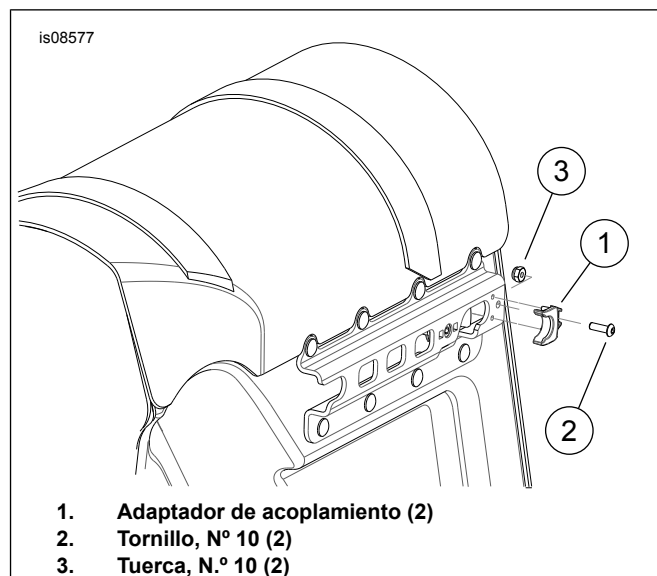
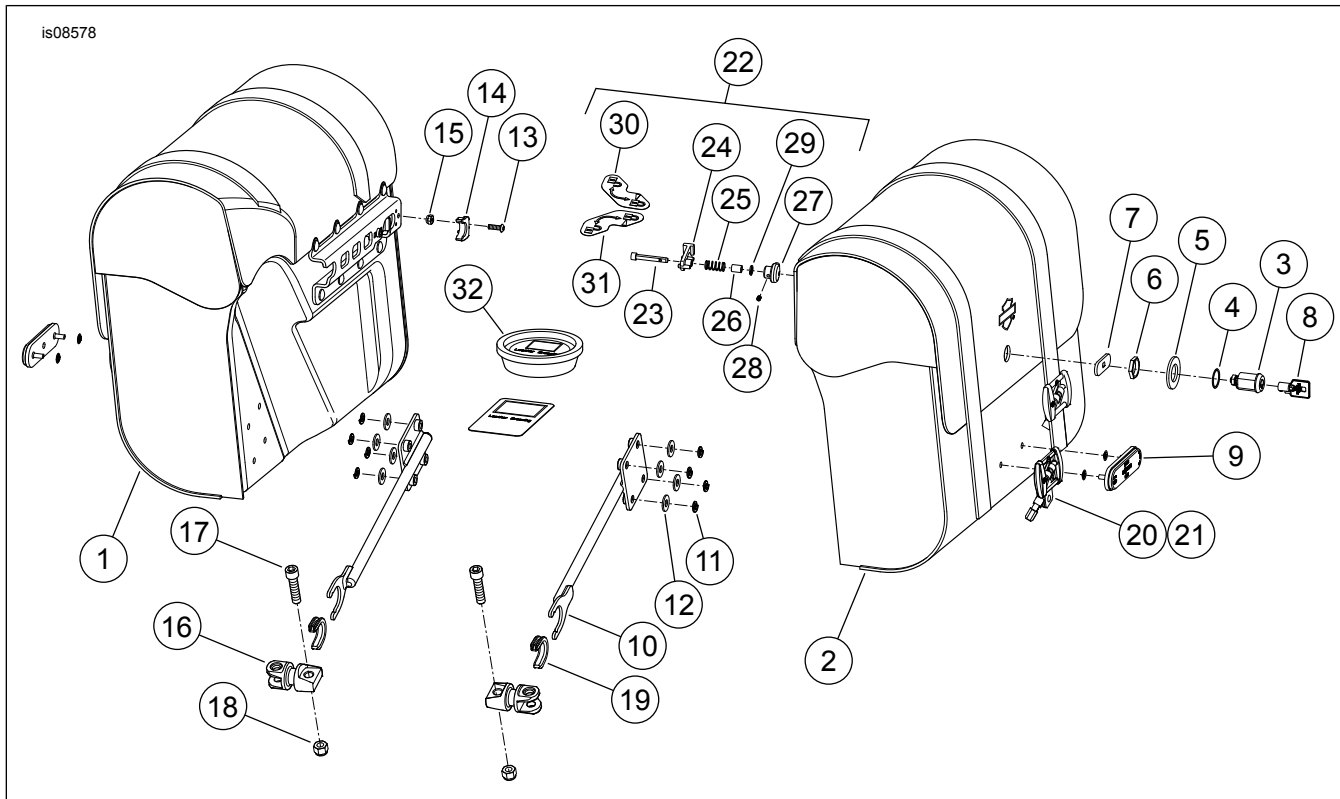

Figura 4. Instalación de los adaptadores de acoplamiento traseros
Figura 7. Piezas de servicio: Kits de alforjas desmontables XL
3. Vea Figura 7 y Tabla 1. Obtenga las horquillas de acoplamiento (16), los tornillos (17) y las tuercas (18) del kit.
1. Vea Figura 7 y Tabla 1. Obtenga los brazos de soporte de las alforjas (10) y las presillas de acoplamiento (19).
2. Vea Figura 7 y Tabla 1. Obtenga los conjuntos de las alforjas derecha (1) e izquierda (2), los adaptadores de acoplamiento traseros (14), los tornillos (13) y las tuercas (15).
3. Vea Figura 4. Inserte los postes del adaptador de acoplamiento trasero (1) dentro de los agujeros en la parte trasera de la pieza de soporte de la alforja y sosténgalos en su posición.
4. Instale el adaptador de acoplamiento trasero (1) usando el tornillo (2) y la tuerca (3). Apriete firmemente.
5. Vea Figura 7 y Tabla 1. Tome los brazos del soporte de la alforja con la presilla en U sujeta (10 y 19), las arandelas planas (12), las arandelas de seguridad (11) y los componentes del kit 90201424.
6. Siga las instrucciones del kit 90201424 para armar el brazo (10) en las alforjas.
1. Vea Figura 7 y Tabla 1. Obtenga los artículos 3 a 7 de la cerradura del kit.